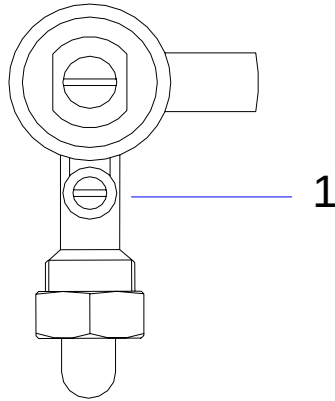

Fig.8
- A través del orificio de la tapa de mandos introduzca un destornillador y gire el tornillo (1) **Fig 8** en el sentido de las agujas del reloj para reducir el mínimo hasta el máximo, en sentido contrario gire 1 vuelta para G30/G31 y 2 vuelta para G20/G25 para fijar el mínimo.